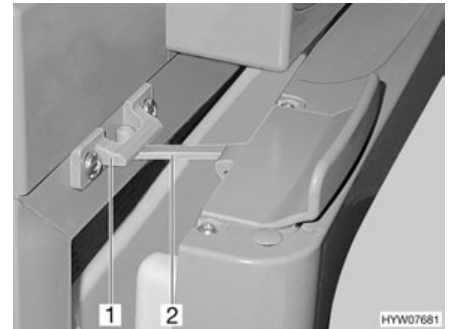

Fig. 157 Puerta del frigorífico en posición de ventilación (Thetford)
- Abrir el bloqueo (Fig. 157,2) y engatillarlo en el alojamiento del bloqueo (Fig. 157,1). De este modo, la puerta del frigorífico quedará ligeramente abierta.